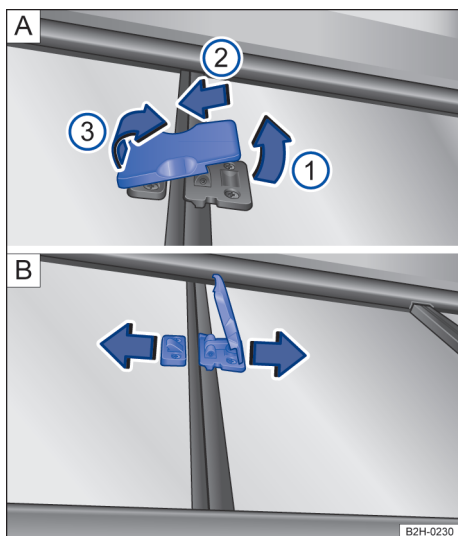

Fig. 58 No painel divisório da capota rígida do compartimento de carga: travamento do vidro corredeiro.
- Puxar levemente o travamento para cima → Fig. 58 ①.
- Empurrar o travamento na direção da seta até o batente ②.
- Rebater o travamento para fora ③.
- Fechar o vidro corredeiro no sentido contrário à seta → Fig. 58 B.
- Rebater o travamento para dentro ③.
- Empurrar o travamento no sentido contrário à seta até o batente ②.
- Rebater de volta o travamento no sentido contrário à seta ①.